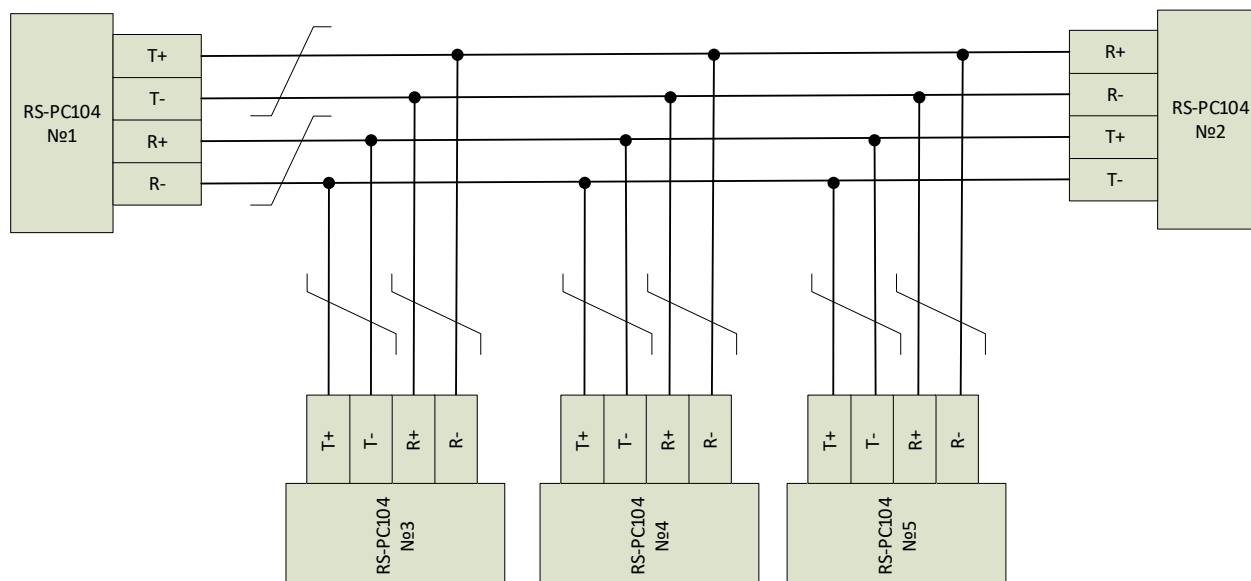
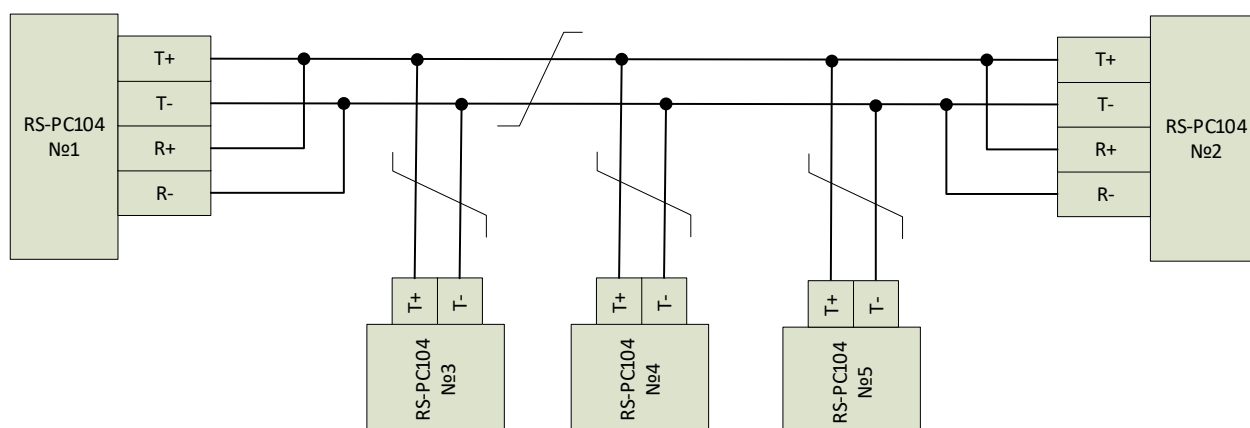

Рисунок 4
Рисунок 5
Для подключения каналов 5, 6 изделия по схеме, приведенной на рис.4, перемычки подключаемых каналов должны быть установлены в следующие положения (описание перемычек: см. приложение Г):
- Для подключения каналов 5, 6 изделия по схеме, приведенной на рис.5, перемычки подключаемых каналов должны быть установлены в следующие положения (описание перемычек: см. приложение Г):
При подключении к интерфейсу RS485 (в режимах, показанных на рис. 4 или рис.5) необходимо обеспечить, чтобы в любой момент времени на шине мог быть только один передатчик. При передаче данных в этих режимах сигнал DTR необходимо устанавливать в лог.1 (включить передатчик), передать данные на передачу в регистр SBUF (микросхемы USART), убедиться, что данные передались, прочитать данные, если включен эхо-контроль и выключить передатчик, установив сигнал DTR в лог. 0.